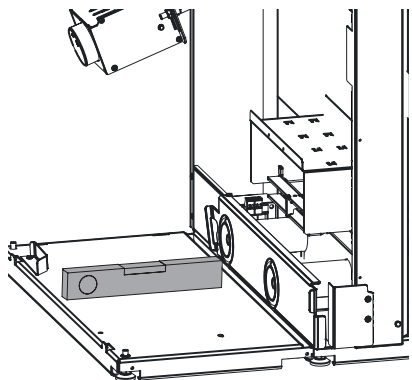

Fig. 61 Installare la caldaia
- Mediante le viti di regolazione, allineare la caldaia e la piastra di base orizzontalmente o leggermente sollevate verso dietro – Fig. 61.